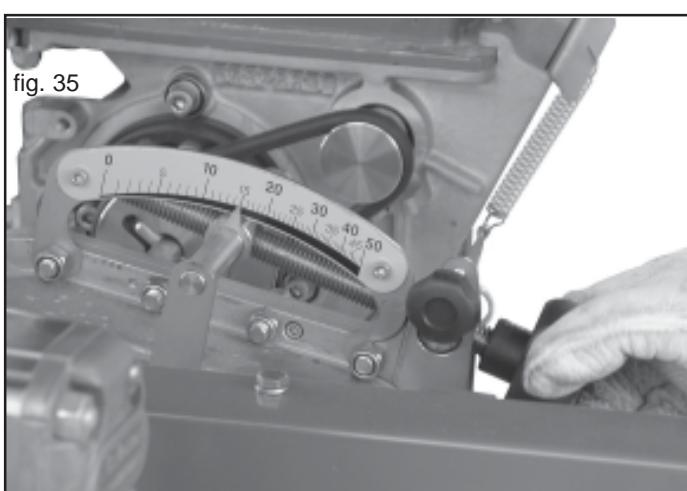

fig. 35
- 7) ... puis agir sur la poignée de réglage (Fig. 35) pour placer l'indicateur gradué dans la position souhaitée (en fonction de la quantité de produit à distribuer).